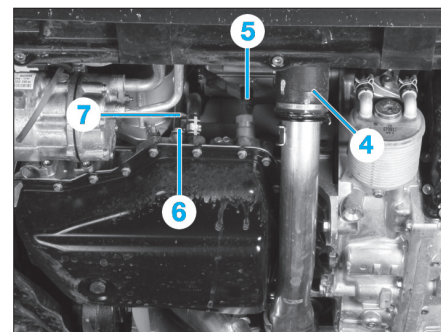

Fig. 11
- Déposer (Fig.11) :
- le conduit d'air (4).
- Débrancher le connecteur (5).
- Déposer la vis (6) puis le guide de jauge d'huile (7).